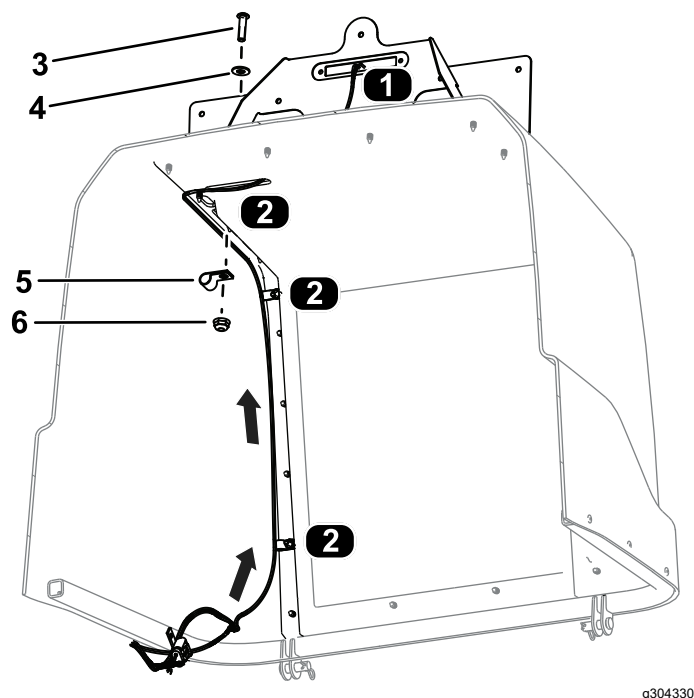

Bild 38
9. Verlegen Sie den mit LICENSE LIGHT (J01, J02) gekennzeichneten Kabelbaumanschluss durch die Haube und schließen Sie ihn an der Kennzeichenbeleuchtung an (Bild 38).
10. Befestigen Sie den Kabelbaum mit drei Innensechskantschrauben ($\frac{1}{4}$ " x 1"), drei Unterlegscheiben, drei Klemmen und drei Bundmuttern ($\frac{1}{4}$ ") an der Haube, wie in Bild 38 dargestellt.